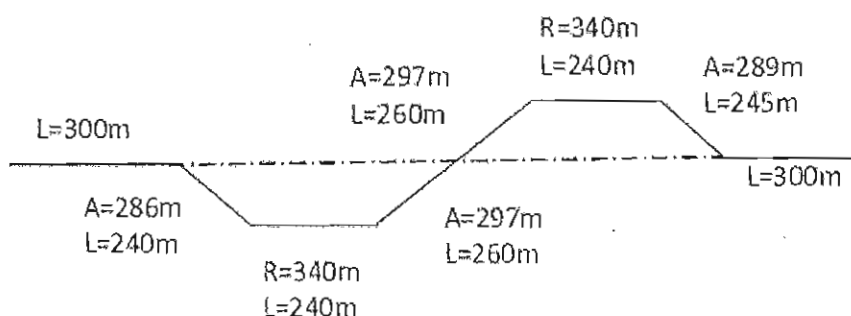

Figura 1 – Diagramma delle curvature
1) Viene assegnato il tronco elementare di una strada extraurbana principale di tipo **C1** il cui andamento planimetrico è descritto dal **diagramma delle curvature** riportato in **Figura 1**.